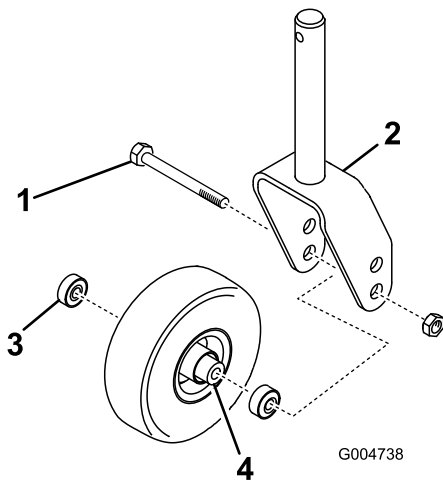

Figura 22
2. Retire la contratuerca del perno que sujeta el conjunto de la rueda giratoria en la horquilla (Figura 22). Sujete la rueda giratoria y retire el perno de la horquilla o del brazo de pivote.
3. Retire el cojinete de la rueda y deje que se caiga el suplemento del cojinete (Figura 22). Retire el cojinete del otro lado de la rueda.